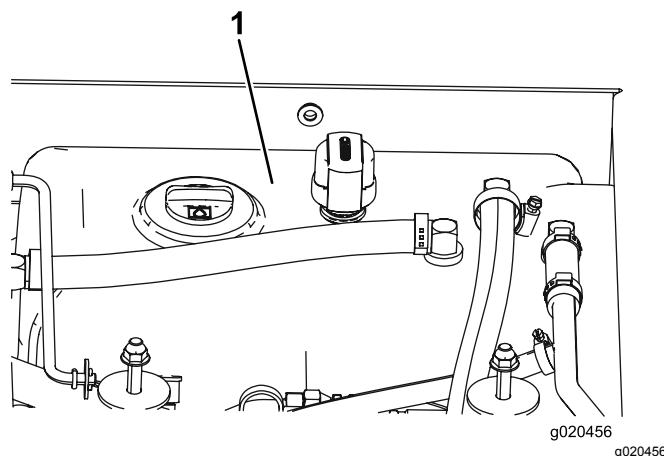

Figura 98
3. Riempite il serbatoio (Figura 98) di fluido idraulico; fate riferimento a Controllo del fluido idraulico \(pagina 30\).